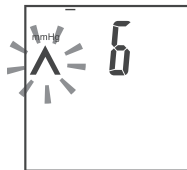

Рис. 13
3. Ще се чуе звук от сигнал и ще започне бързо напompване на въздух в маншона. При това ще започне да мига символът «▲» и изведената на дисплея стойност ще започне да се увеличава (рис.13). Помпането ще приключи на оптимално ниво благодарение на алгоритъма Fuzzy Inflation.